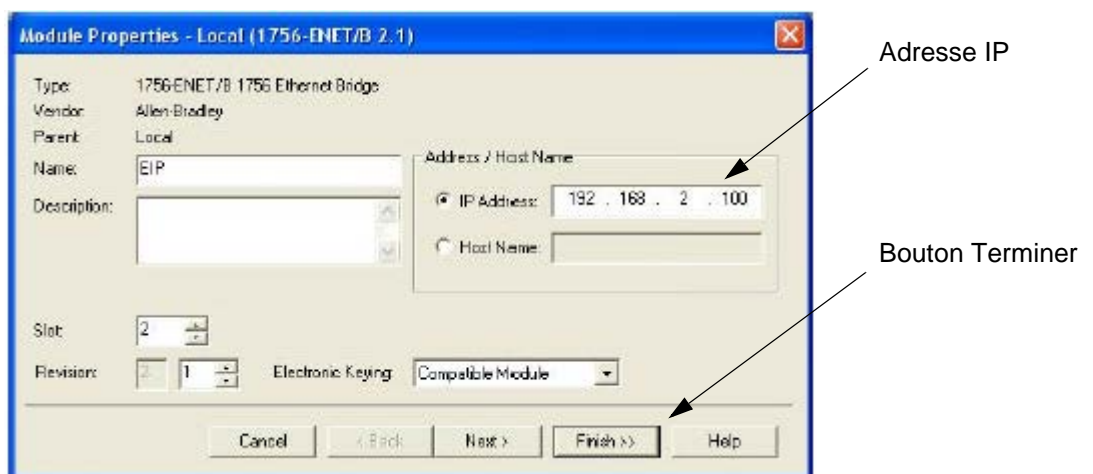

FIG. 69 : Propriétés du module Ethernet
- c. Dans la fenêtre Sélectionner le type de module, choisissez l'entrée 1756-ENET/B ou 1756-ENBT/A. RSLogix ouvre alors la fenêtre Propriétés du module. Voir la FIG. 69.
- i. Entrez l'adresse IP et le masque de sous-réseau. L'adresse IP doit correspondre à celle entrée dans la fenêtre Propriétés (FIG. 69).